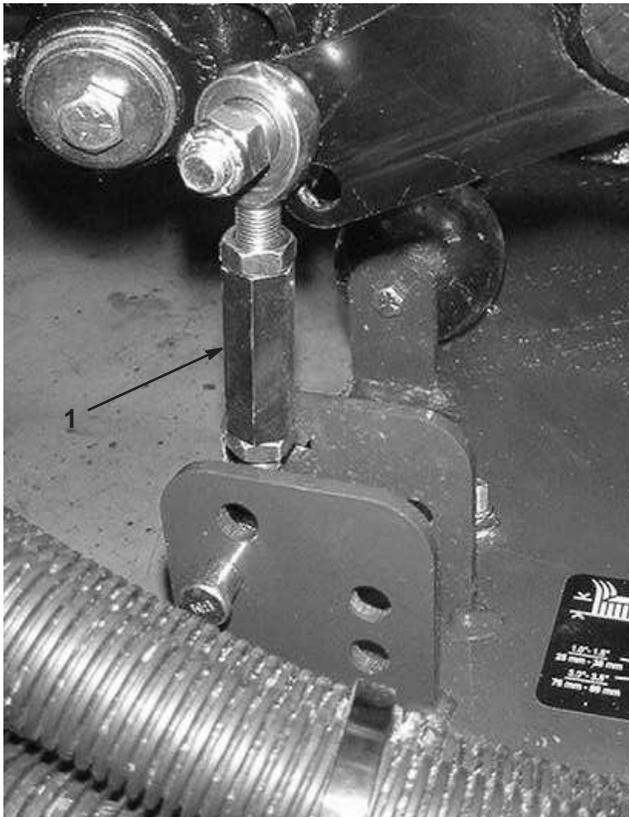
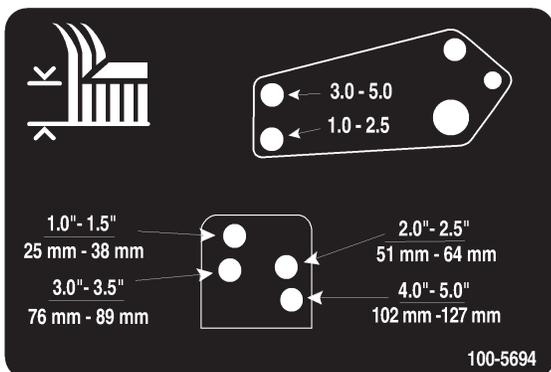

Bild 18
Bild 19
- Entfernen Sie die Splinte und Lastösenbolzen, mit denen die Stoßdämpferverbindungen an den Schneidwerkbügel befestigt sind (Bild 18). Fluchten Sie die Stoßdämpferverbindungslöcher mit den ausgewählten Löchern im Schnitthöheinstellbügel am Schneidwerkrahmen ab (Bild 19), stecken die Lastösenbolzen ein und bringen die Splinte an.